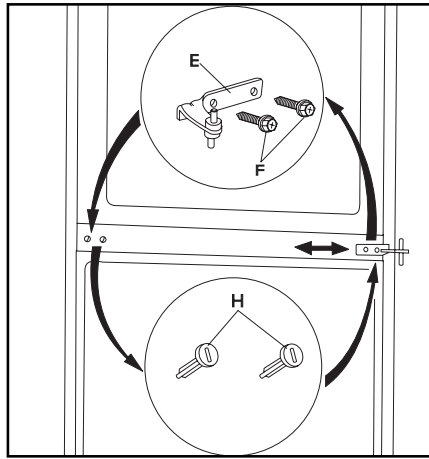

Abb.2
- Untere Tür vom mittleren Scharnier (E) abnehmen.
- Schrauben (F) am mittleren Scharnier herausdrehen und Scharnier (E) entfernen. (Abb.2)
- Obere Tür vom oberen Scharnierbolzen(G) abnehmen.
- Die Blindstopfen (H) abschrauben und an gegenüberliegender Seite montieren. (Abb.2)
- Mittleres Scharnier (E) mit zwei Schrauben (F) an gegenüberliegender Seite montieren. (Abb.2)